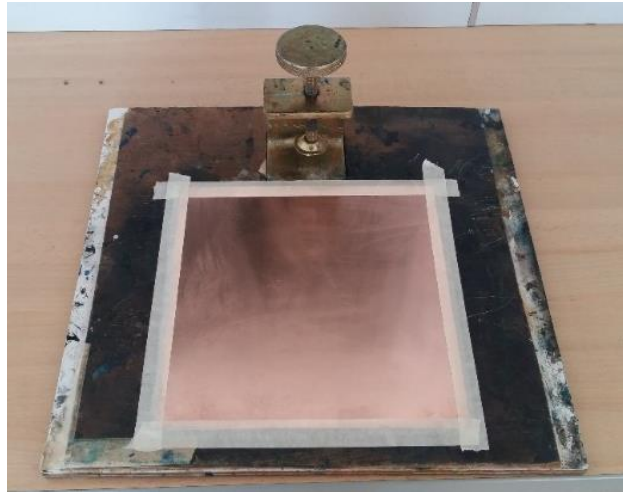

Figura 24. Baquelita en la superficie de la prensa.
- Coloque la baquelita en una superficie plana de la prensa y se asegura con cinta adhesiva ver figura 24.